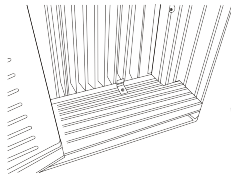
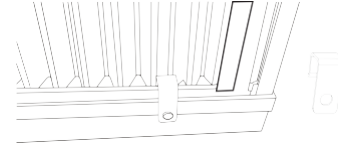

Figura 7A
Figura 7B
A. Coloque el seguro para el marco de la ventana entre las extensiones del marco y el alféizar de la ventana, como se muestra en la Figura 7A para ventanas de madera, o en la Figura 7B para ventanas cubiertas en vinilo.